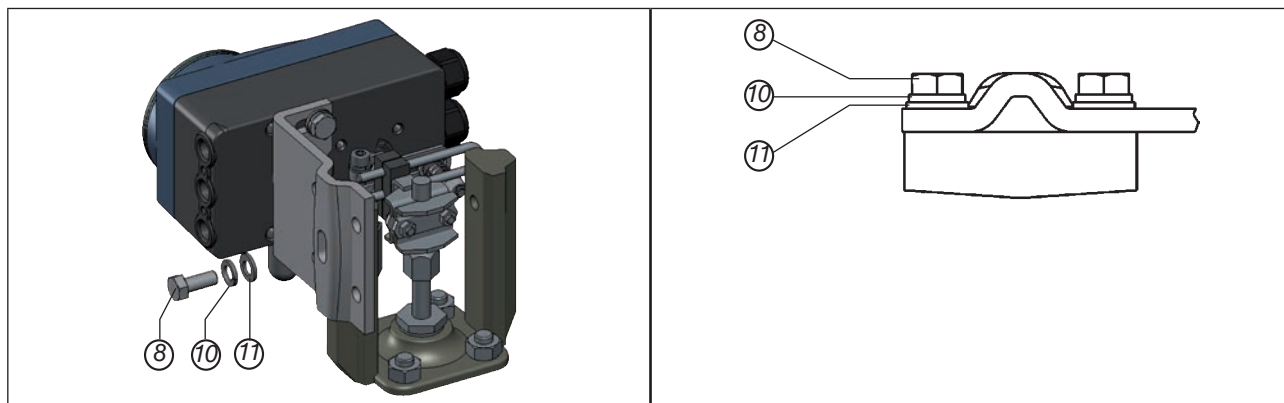

Figure 25 : Fixer le positionneur avec l'équerre de montage pour les actionneurs avec cadre de fonte
→ Fixer l'équerre de montage sur le cadre de fonte avec une ou plusieurs vis à tête hexagonale (8), rondelles (11) et rondelles élastiques (10) (voir « Figure 25 »).